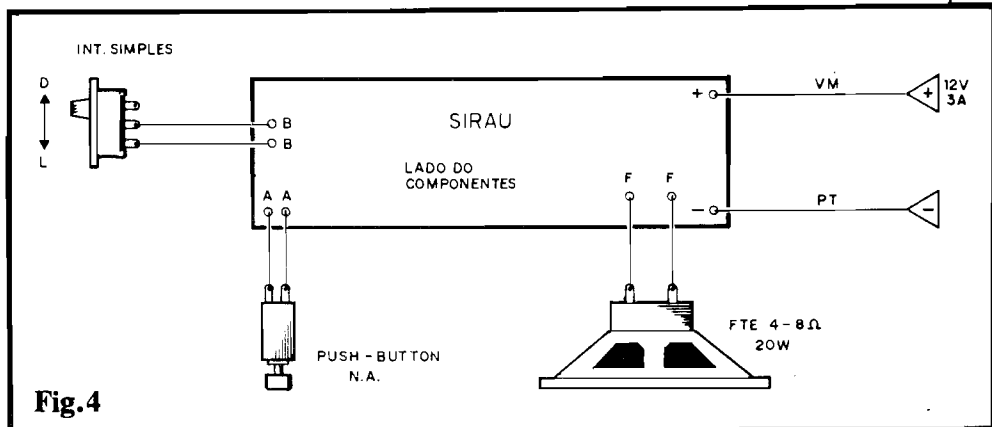

Fig.4
**FIG. 4 - CONEXÕES EXTERNAS À PLACA** - Se todas as fases anteriores da montagem tiverem sido feitas de acordo, as ligações periféricas não constituirão dificuldade. Alimentação, duas chaves (um **push-button** e um interruptor simples) e alto-falante, nada mais... As únicas conexões polarizadas são - obviamente - as da alimentação, nas quais recomendamos usar o "velho código" de fio **vermelho** no **positivo** e fio **preto** no **negativo**, para que não restem dúvidas na hora da instalação final. A placa é vista, no diagrama, pelo seu lado não cobreado (o mesmo onde ficam os componentes principais, já mostrados na figura anterior...). Dependendo da instalação ou utilização pretendida, as conexões mostradas podem ter qualquer comprimento "razoável", porém, de modo geral, recomendamos manter a cabagem externa à placa tão curta quanto a aplicação permitir... Aqueles "baita fiozões" sobrando pra todo lado, além de enfeiar a montagem, geram problemas de manutenção e **podem** inserir fatores eletricamente interferentes (não só na SIRAU, como também em qualquer montagem...).